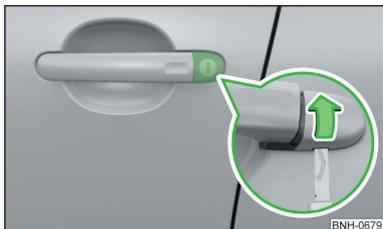

Fig. 250
- › Introducir la llave en el rebaje en la parte inferior de la tapa y abrir la tapa en el sentido de la flecha » fig. 250.